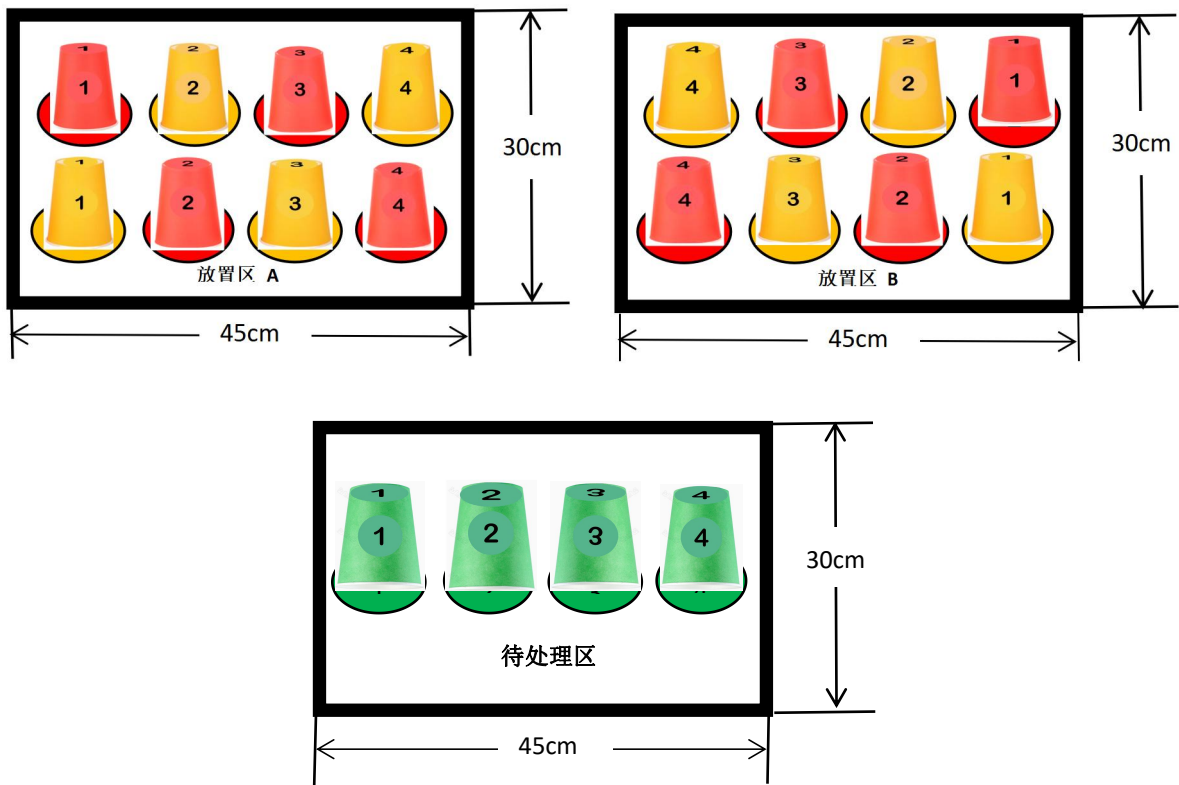

图 3 放置区 A、B、待处理区物品摆放示意图
2. 放置区 A 和放置区 B 分别放置带有编号的 4 个红色纸杯和 4 个黄色纸杯，待处理区放置带有编号的 4 个绿色纸杯，纸杯杯口朝下放入对应颜色的圆形数字标识圈内，不能套叠在一起。放置参考图 3。